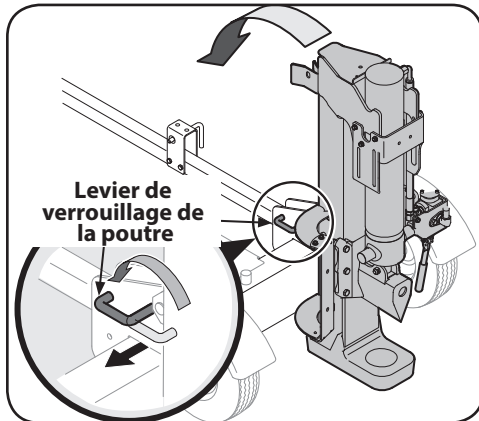

Figure 3-3
12. Retirez le levier de verrouillage vertical de la poutre et tournez-le. Faites pivoter la poutre en position horizontale jusqu'à ce qu'elle s'enclenche pour éviter tout point de pincement. Assurez-vous de garder les mains loin des points de pincement. Voir Figure 3-3.